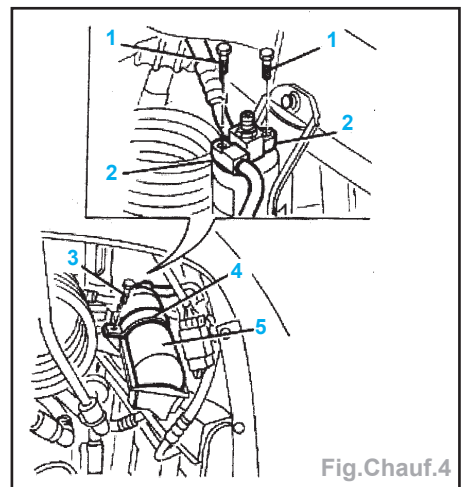

Fig.Chauf.4
- les vis (1) et débrancher les raccords (2),
- la vis (3), l'étrier (4) et récupérer le filtre (5) (Fig.Chauf.4).